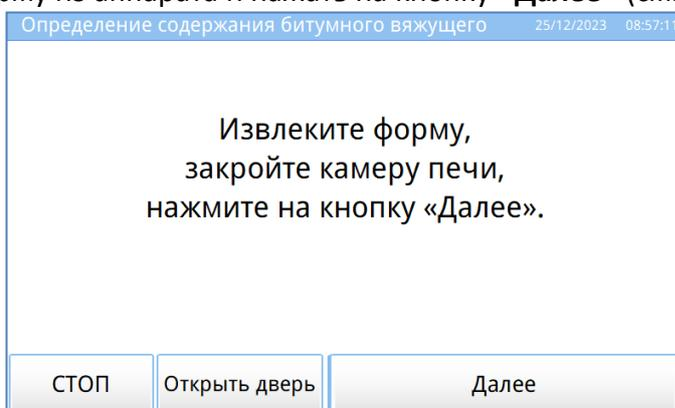

Рисунок 8 – Извлечение пустой формы из печи
4.5.6 Извлечь пустую форму из аппарата и нажать на кнопку **«Далее»** (см. рисунок 8).
4.6.9 Извлечь форму из аппарата (см. рисунок 8) и нажать на кнопку «Далее».
4.7.4 Извлечь пустую форму из аппарата и нажать на кнопку «**Далее**» (см. рисунок 8).